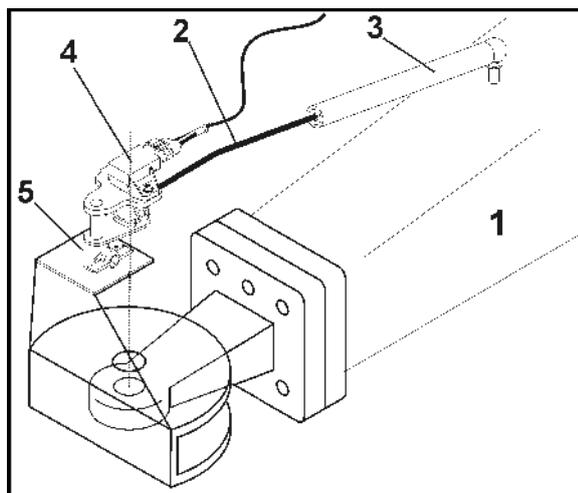

Fig. 26
Die Trail-Tron-Nachlauf-Steuerung zum automatischen, nahezu spurgetreuen Nachlauf erfasst die Winkellage der Deichsel (Fig. 26/1) zur Fahrtrichtung des Traktors.
1. Winkelstange (Fig. 26/2) in Kunststoffbuchse (Fig. 26/3) stecken.
2. Drehwinkelgeber (Fig. 26/4) in die Aufnahme (Fig. 26/5) stecken.